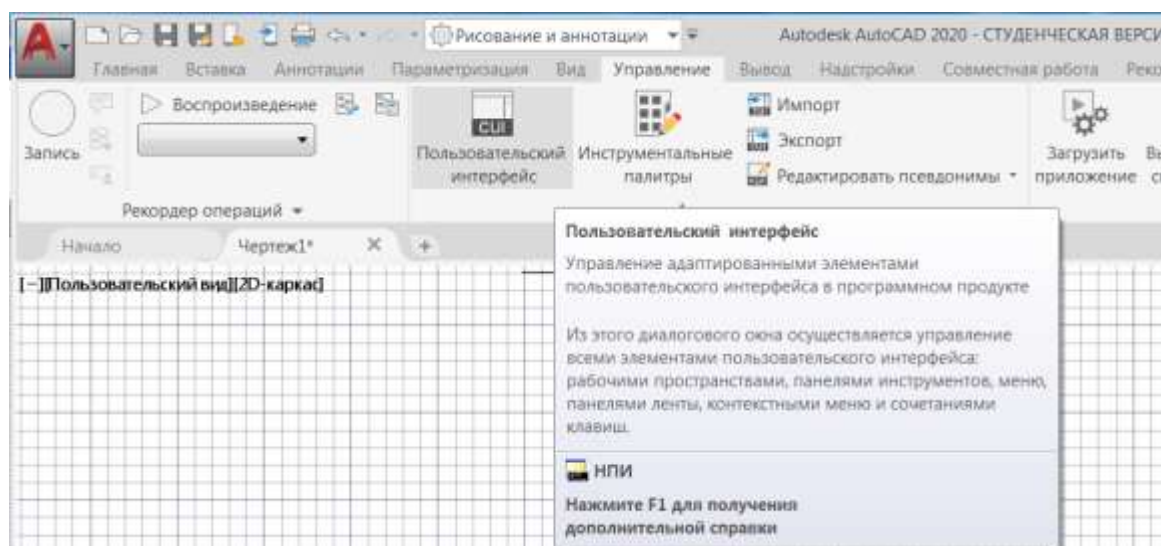

Рис. 13. Переход на панель УАЭПИ через вкладку ленты Управление
3.1. Через вкладку ленты *Управление* (рис. 13).